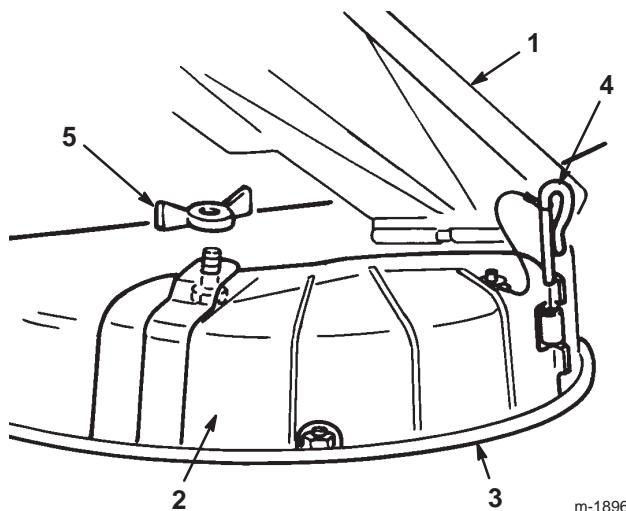

Figure 12
- Soulevez le déflecteur d'herbe et posez l'obturateur d'éjection sur l'ouverture du bord inférieur du carter de tondeuse, avant de l'insérer dans la charnière avant (Fig. 12).
- Insérez la goupille d'articulation dans la charnière (Fig. 12).
- Fixez l'obturateur d'éjection à la tondeuse à l'aide de l'écrou papillon (Fig. 12).